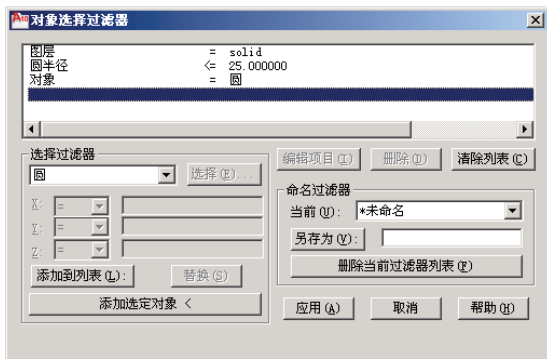
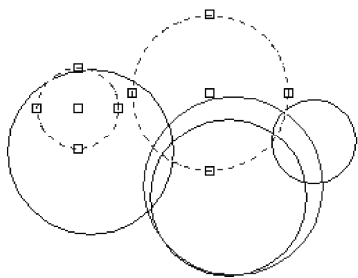

图 4-10 “对象选择过滤器”对话框
图 4-11 “选择对象过滤器”应用示例
执行对象选择过滤器命令 FILTER，弹出“对象选择过滤器”对话框，如图 4-10 所示。该对话框包含对象选择过滤器列表、选择过滤器和命名过滤器 3 个区。
(3) 在下拉列表中选择“圆半径”，此时下方的条件运算变为有效，单击下拉按钮后选择“ $\leq$ ”，在随后的文本框中填入 25，单击**添加到列表**按钮。结果如图 4-10 所示。
在图 4-10 所示的“选择对象过滤器”对话框中单击**应用**按钮退出对话框，回到编辑屏幕，提示为“选择对象：”。此时可以采用任何选择对象的方式，但只有符合条件的对象才可能被选中。假设采用“窗交”模式将所有的对象全部选中，结果如图 4-11 所示。